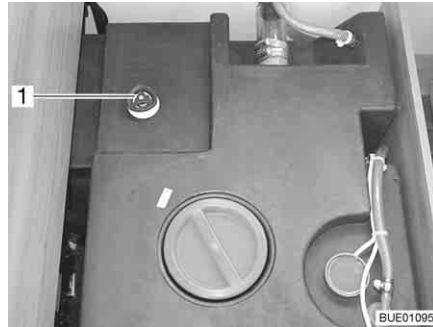

Fig. 202 Réservoir d'eau avec poignée tournante
- Faire tourner la poignée tournante (Fig. 202, 1) du réservoir d'eau à fond dans le sens contraire des aiguilles d'une montre au-delà de la résistance pour ouvrir entièrement l'ouverture d'écoulement.